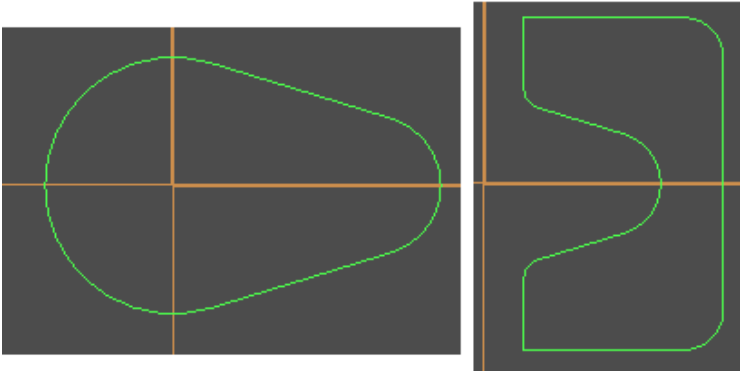
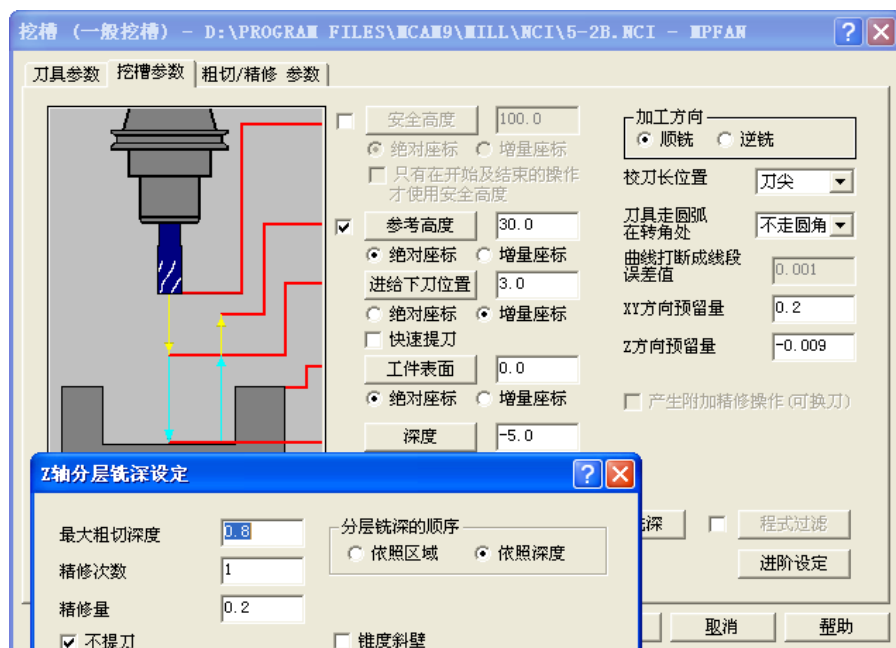
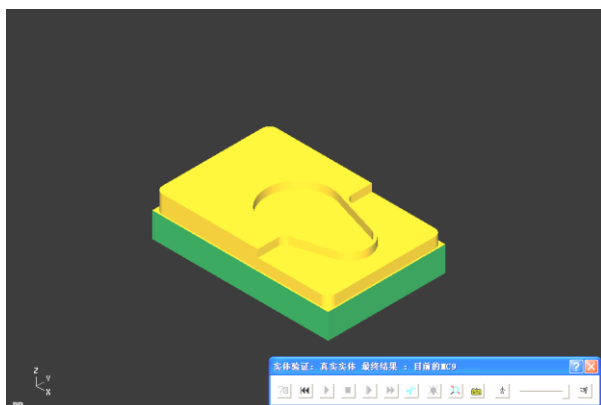

图 5-54 图形选择
图 5-55 挖槽参数
图 5-56 零件 2 反面实体切削验证
5) 选择“挖槽（一般挖槽）”，刀具参数、参考高度和进给下刀位置均同步骤 1)，图形选择图 5-54 左图所示，工件表面：0.0，深度：-5.0，设定 XY 方向预留量：0.2，Z 方向预留量：-0.009，以保证尺寸  $5^{+0.018}_0$ ，勾选“分层铣深”，设定 Z 轴最大粗切深度：0.8，精修次数：1，精修量：0.2，勾选“不提刀”，分层铣深顺序点选“依照深度”，其余默认，如图 5-55 所示；在“粗切/精修 参数”选项卡中选择“等距环切”，切削间距为 75.0%，勾选“刀具路径最佳化”“螺旋式下刀”“精修”“精修外边界”“不提刀”“只有在最后深度执行一次精修”，覆盖进给率勾选“进给率”，设定为 400，其余默认；在“螺旋式下刀”对话框中输入 Z 方向开始螺旋位置（增量）：0.2，XY 方向预留量：1.0，进刀角度：0.5，如果螺旋下刀失败，点选“中断程式”，进刀采用的进给率点选“下刀速率”，其余默认。
7) 复制步骤 5)，将图形改为图 5-54 右图所示，其余默认。
8) 复制步骤 6)，以“部分串联”的方式选择图 5-54 右图所示的需要加工的轮廓部分，其余默认。实体切削验证如图 5-56 所示。